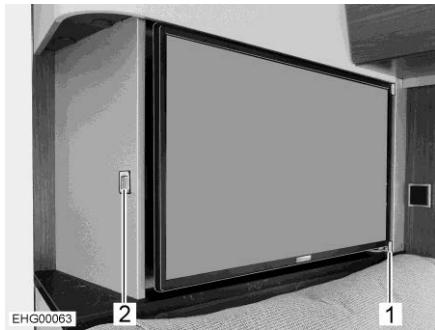

Fig. 86 Schermo piatto
Lo schermo piatto è bloccato lateralmente con una guida (Fig. 86,1).
- Premere il tasto di sblocco (Fig. 86,2).
- Portare lo schermo piatto nella posizione desiderata rimuovendolo dalla guida (Fig. 86,1).
- Spingere indietro lo schermo piatto, finché non si innesta lateralmente nella guida (Fig. 86,1).